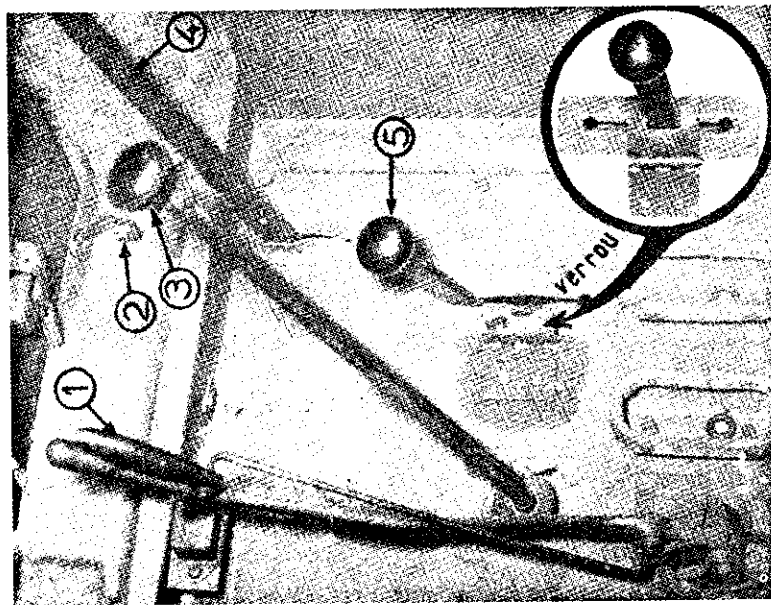

Fig. 5. — Levier de commande
(1) Placer le levier à la position intermédiaire entre le « crabotage » et le « dérabotage » pour faciliter cette opération.
D. Monter dans la cabine de conduite, mettre le moteur en marche, pousser le levier de commande du treuil vers l'avant (5, fig. 5) en le libérant du verrou situé sur le plancher.
F. Débrayer la prise de mouvement en bloquant le levier à l'aide du verrou placé sur le plancher de la cabine (fig. 5).
D. Monter dans la cabine de conduite, mettre le moteur en marche, pousser le levier de commande du treuil vers l'avant (fig. 5). Lâcher l'embrayage et accélérer légèrement; le câble s'enroule. Lorsque le câble est tendu, débrayer et placer le levier de changement de vitesse en première et enclencher la boîte auxiliaire sur la petite multiplication (position AR + AV).
F. Débrayer la prise de mouvement du treuil et bloquer le levier avec le verrou placé sur le plancher (fig. 5).